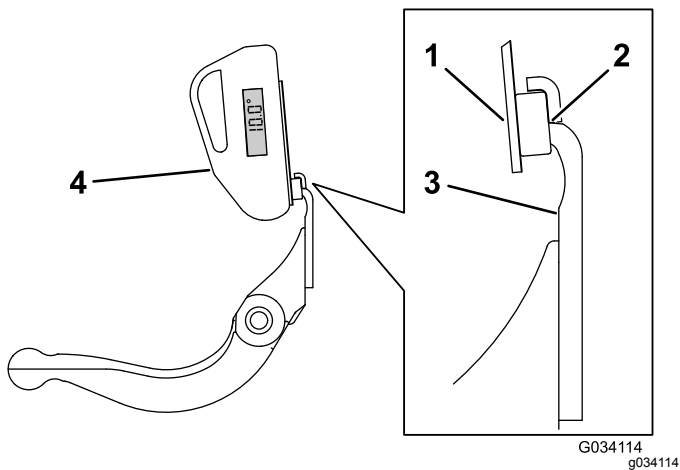

图 27
- 3. 将角度指示器底座放在底刀边缘上以使磁体边缘与底刀边缘紧密配合 图 27。
4. 如 图 27 所示将角度指示器放置到底座上。